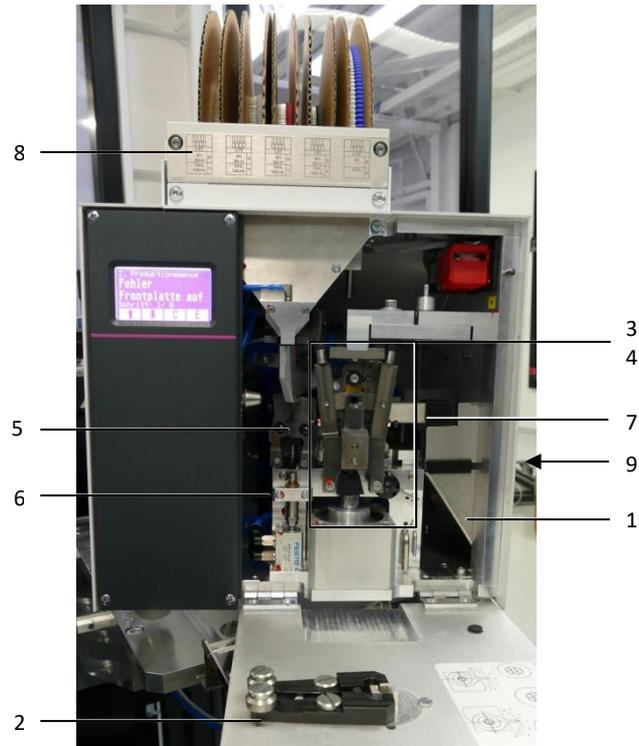

Imagen 21: Resumen de los puntos de mantenimiento
- Afloje los tornillos y retire la cubierta (imagen 21, pos. 8)